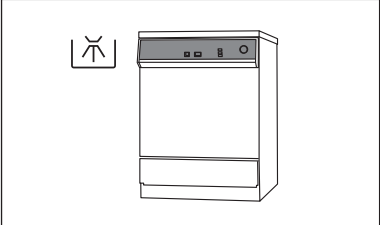

図 13
- 2 ISO 15883 に合致した熱水洗浄器を使用してください（図 13）。